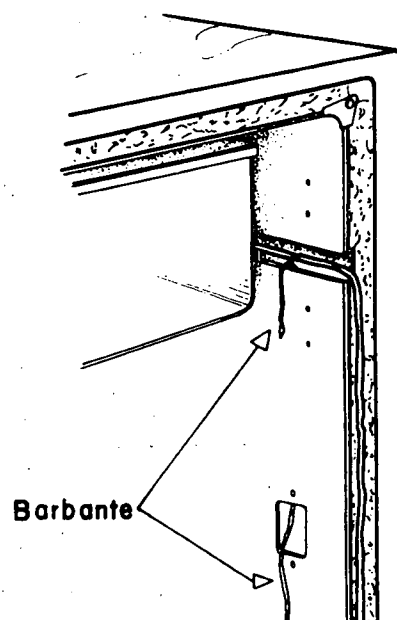

Fig. 5
- a Amarre no bulbo do novo termostato, o barbante deixado, que servirá como guia (fig. 5).